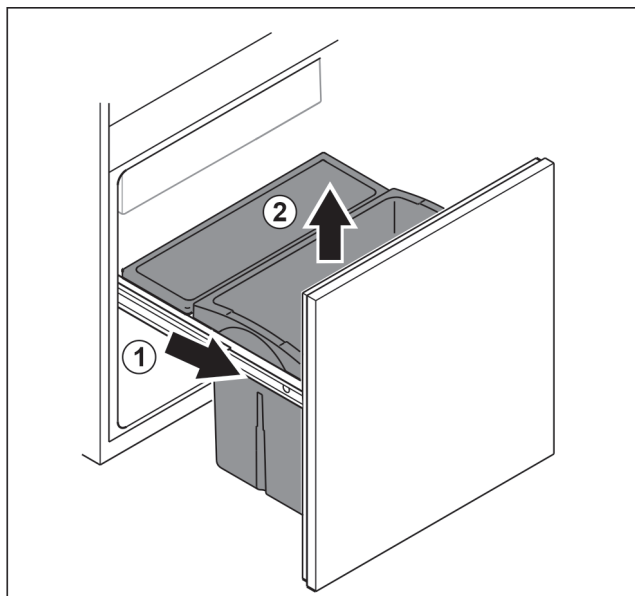

Fig. 80
- ▶ Wysunąć wózek wysuwany do oporu. Fig. 80 (1)
- ▶ Wyjąć szufladę do góry. Fig. 80 (2)